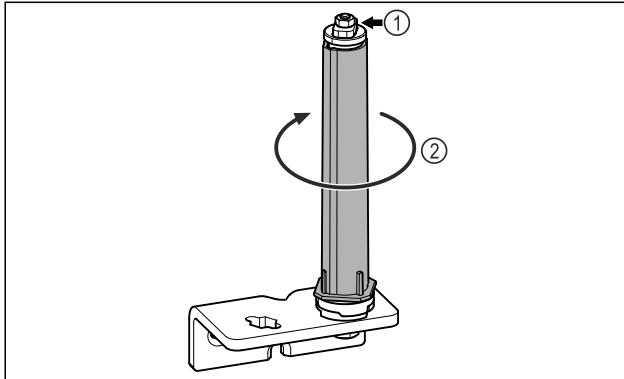

Fig. 23
- ▶ Älä pura ovijärjestelmää Fig. 23 (1) osiin.
- ▶ Käännä sulkujärjestelmää Fig. 23 (2), kunnes se naksahtaa.